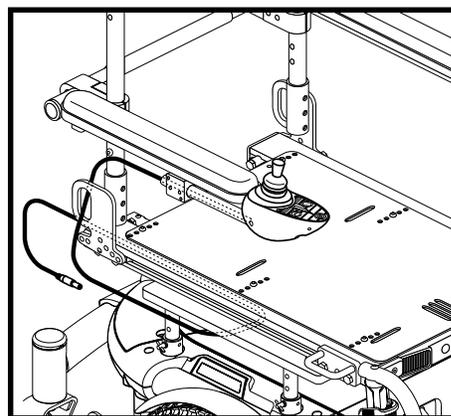

Figure 27. Emplacement du câble du module de contrôle
6. Faites passer le câble du contrôleur vers l'arrière de la base motorisée et branchez-le. Voir la figure 27.